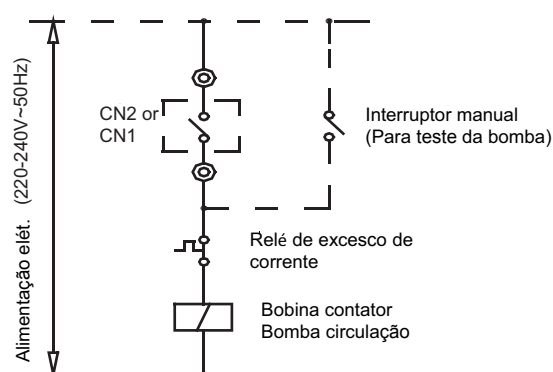

Fig.5-3
Passo 10. A ligação dos cabos da bomba de circulação realizar-se-á nos terminais CN1 ou CN2 da unidade principal (Principal), através de um contator externo, tal como é mostrado na Fig. 5-3.